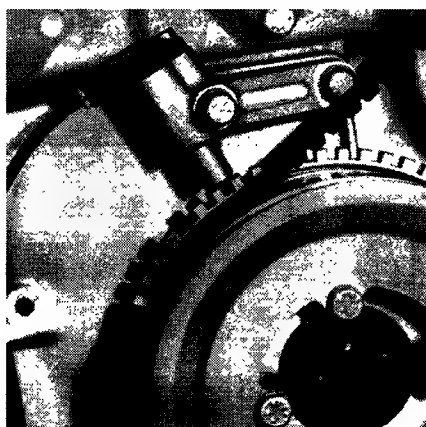

Рис. 6.97. Индукционный датчик импульсов с зубчатым диском на коленчатом валу
5. Частота вращения и положение коленчатого вала. Частоту вращения коленчатого вала можно определить, подсчитав число зубьев специального зубчатого диска, закрепленного на коленчатом валу, проходящее в единицу времени мимо индукционного датчика (см. рис. 6.97). Датчик основан на том же принципе, что и индукционный генератор импульсов, описанный выше (см. рис. 6.67).